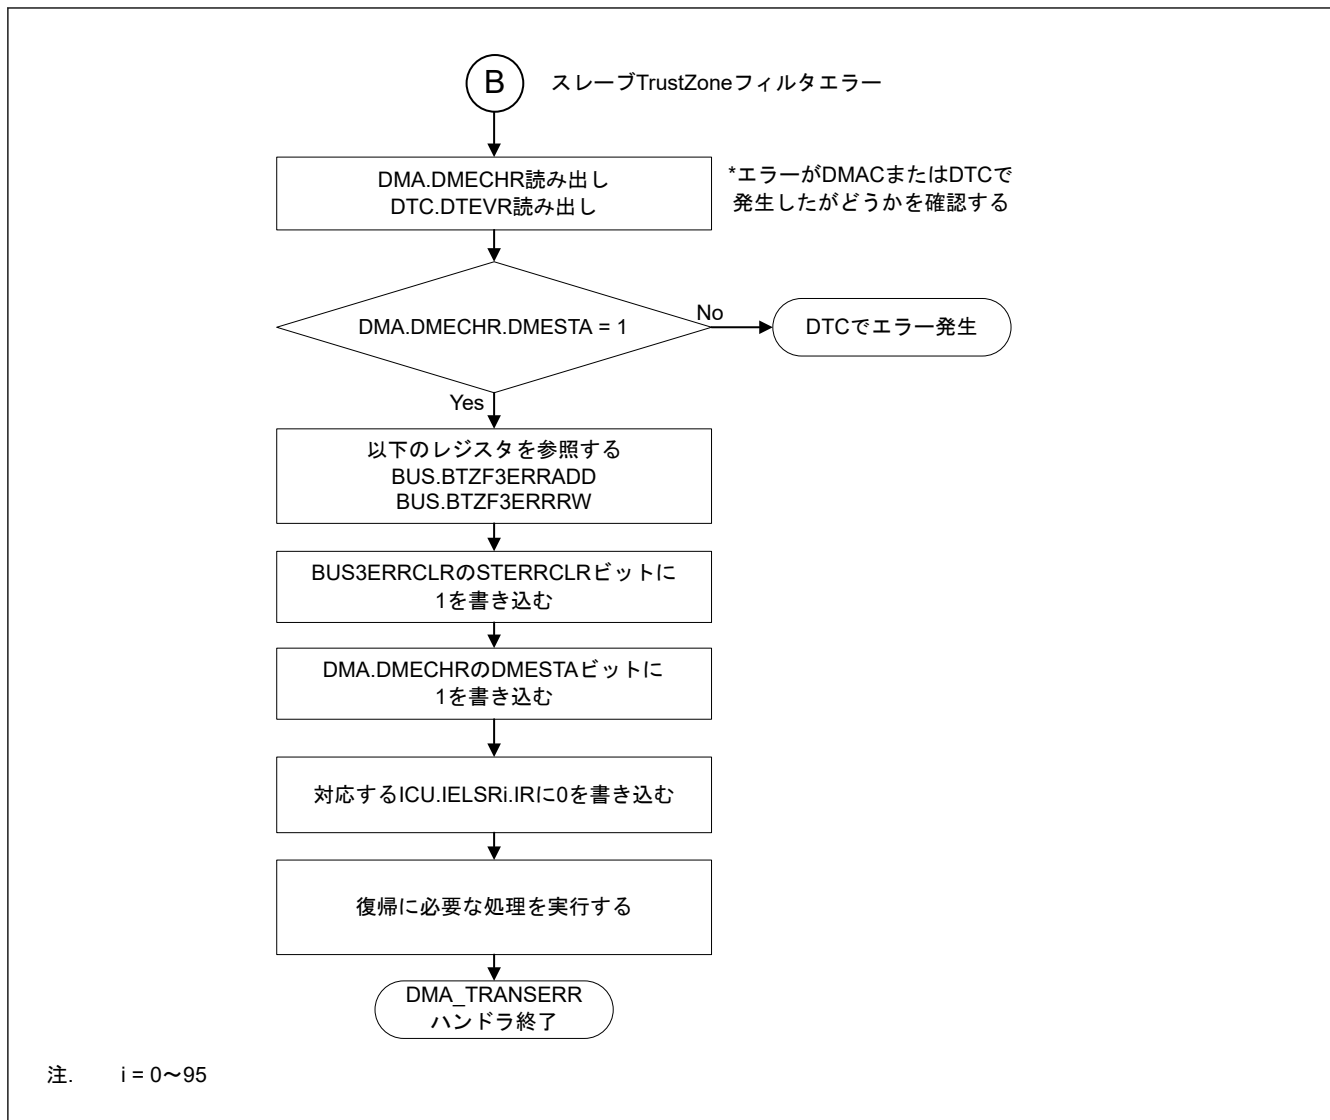

図 15.29 スレーブ TrustZone フィルタエラーの DMA_TRANSERR ハンドラにおける処理
- 図 15.29 に DMAC のスレーブ TrustZone フィルタエラーが発生したチャンネルを確認するフローを示します。